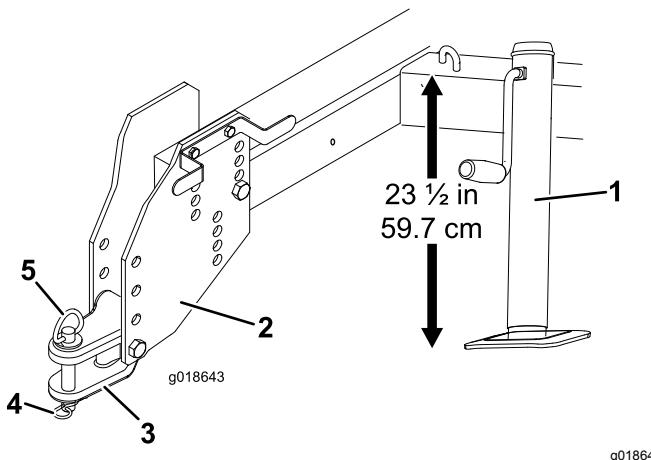

Bild 3
- Stellen Sie den Wagenheber so ein, dass der Abstand von der Oberseite des Rahmens bis zum Boden 59,7 cm ist (Bild 3).
- Entfernen Sie die Schrauben und Sicherungsmuttern, mit denen die Anhängerkupplung an den Anbauvorrichtungsplatten befestigt ist (Bild 3).
6. Befestigen Sie die Anhängerkupplung mit dem Anbauvorrichtungsstift und dem Klappstecker an der Anbauvorrichtung der Zugmaschine (Bild 3).